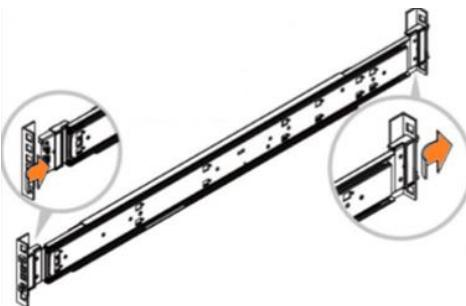

Рисунок 157 – Демонтаж кронштейна
- Вставьте шпильки в верхние и нижние квадратные отверстия в левой и правой крепёжных планках телекоммуникационной стойки, по направлению от задней направляющей. Нажмите предохранитель вперед, чтобы закрепить кронштейн. Важно проверить, что перед креплением кронштейнов, предохранитель находится в незапертом положении (см. Рисунок 157 и **Ошибка! Источник ссылки не найден.**). Дополнительно закрепите направляющие к стойке винтами, идущими в комплекте.